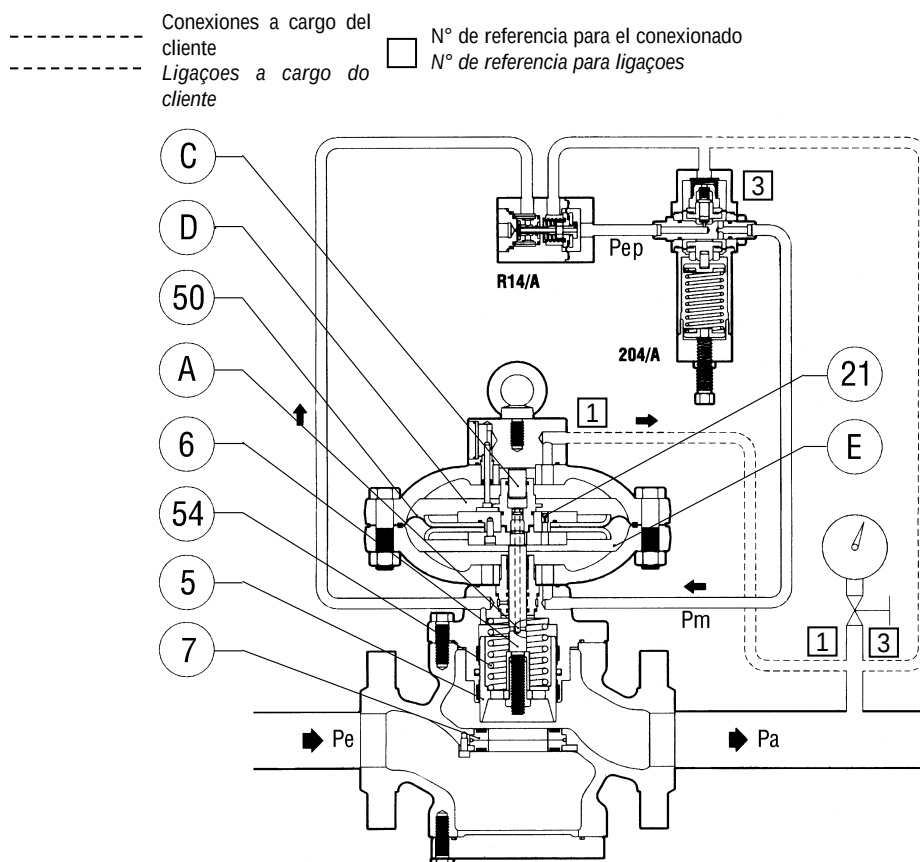
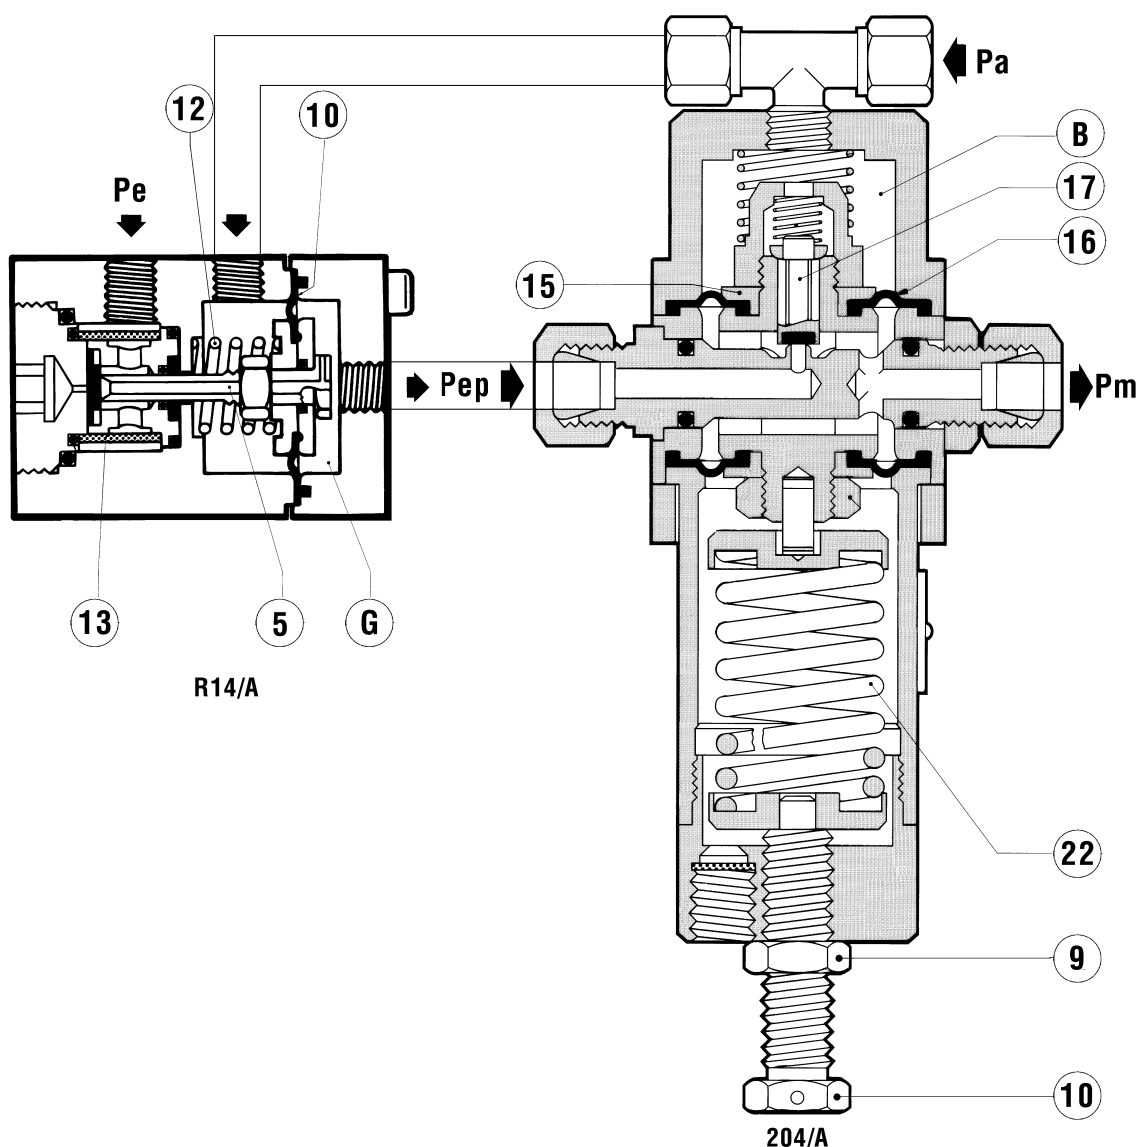

Fig. 1
Fig. 2
1.2.1 REGULADOR CON PILOTO 204/A + R14/A (FIG. 1)
Cuando falta la presión el obturador 5 se mantiene en posición de cierre a través del resorte 54, y se apoya sobre la junta armada 7 (fig. 1). Aunque la presión en la entrada es variable, no cambia dicha posición, puesto que el obturador está completamente equilibrado y por tanto, sujeto a presiones iguales, si bien de distinta sección.
1.2.1 REGULADOR COM PILOTO 204/A + R14/A (FIG. 1)
Na falta de pressão o obturador 5 é mantido em posição de fechamento ppo meio da mola 54, e fica apoiado na guarnição armada 7 (fig. 1). A pressão a montante, também quando variável, não modifica esta posição, enquanto o obturador, completamente balanceado, é sujeito à pressões iguais ainda que seje de seção diversa.
La presión de motorización se obtiene tomando gas del regulador con la presión de entrada. Se filtra el gas con el filtro F33, y se somete a la primera descompresión en el prereducor R14/A (fig. 2) conformado esencialmente por un obturador 5, un resorte 12 y una membrana 10, hasta un valor Pep que depende de la presión de calibrado del regulador. Así, de la cámara G la presión Pep pasa a el piloto 204/A, que la regula mediante el obturador 17, hasta alcanzar el valor Pm de entrada en el cabezal del regulador. La regulación de Pm se obtiene comparando la fuerza ejercida por el resorte de calibrado 22 del piloto, y la acción de la presión regulada Pa que actúa en la cámara B sobre la membrana 16. Para modificar el calibrado se gira el tornillo de regulación 10; girando hacia la derecha, se aumenta la Pm y por tanto, la presión regulada Pa; en sentido contrario, se disminuye. Si, por ejemplo, durante el funcionamiento desciende la presión de la salida Pa (a causa del aumento del caudal requerido o de la disminución de la presión de la entrada), se produce un desequilibrio en el equipo móvil 15 del piloto, que se desplaza, provocando con ello un aumento de la abertura del obturador 17. Consiguientemente, aumenta asimismo el valor de la presión de motorización Pm, que al actuar en la cámara E por debajo de la membrana 50 (fig. 1), conlleva un desplazamiento del obturador 5 hacia arriba, arriba, con lo que aumenta la abertura del regulador hasta que se restablece el valor prefijado de la presión
A pressão de motorização é obtida apanhando o gás na pressão a montante do regulador. O gás vem filtrado através do filtro 13 e recebe a primeira descompressão no pré-reducor R14/A (fig. 2) composto essencialmente de um obturador 5, de uma mola 12 e de uma membrana 10 até alcançar um valor Pep que depende da pressão de calibração do regulador. A pressão Pep passa então da câmara G ao piloto 204/A cuja regulação vem feita por meio do obturador 17 até ao valor Pm de emissão na cabeça do regulador.
A modificação da calibração vem feita rodando o parafuso de regulação 10; uma rotação em sentido horário provoca um aumento da Pm e com esta a pressão regulada Pa; ao contrário se se quer obter uma rotação no sentido antihorário. Se, por exemplo, durante o funcionamento se há uma diminuição da pressão a jusante Pa (por causa do aumento da vazão pedida ou da diminuição da pressão a montante) se há um desequilíbrio na aparelhagem móvel 15 do piloto, que se desloca provocando um aumento da abertura do obturador 17. De consequência aumenta também o valor da pressão de motorização Pm, que agindo na câmara E por baixo da membrana 50 (fig. 1) determina um deslocamento para o alto do obturador 5 e com isto, o